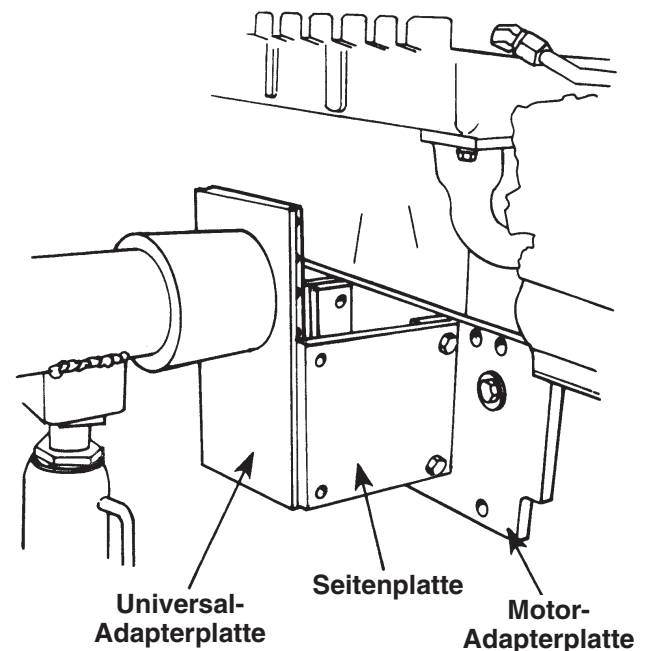

Abbildung 3
3. Die Motoren-Adapterplatte und den Motor mit den im Datenblatt genannten Abstandshaltern, Bolzen und Unterlegscheiben verschrauben. Die Bolzen mit dem Schraubenschlüssel anziehen. Siehe Abbildung 3.